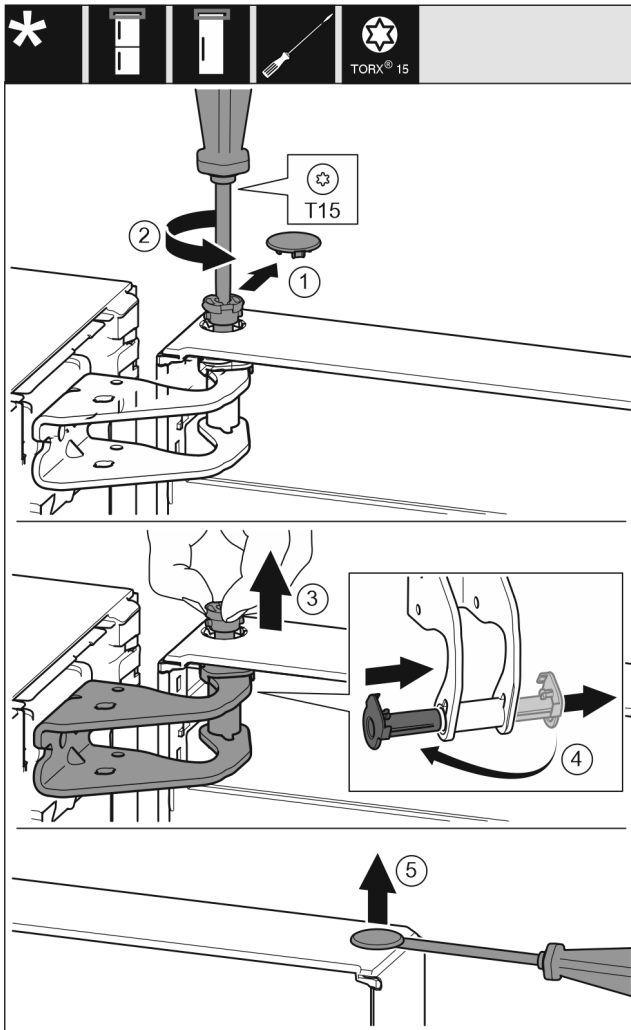

Fig. 10
- ▶ Sicherungsabdeckung vorsichtig abziehen. Fig. 10 (1)
- ▶ Bolzen mit Schraubendreher T15 ein Stück herausdrehen. Fig. 10 (2)
- ▶ Tür festhalten und Bolzen mit den Fingern herausziehen. Fig. 10 (3)
- ▶ Lagerbuchse aus Führung ziehen. Von der anderen Seite einsetzen und einrasten. Fig. 10 (4)
- ▶ Stopfen aus der Tür Lagerbuchse vorsichtig mit einem Schlitzschraubendreher anheben und herausziehen. Fig. 10 (5)